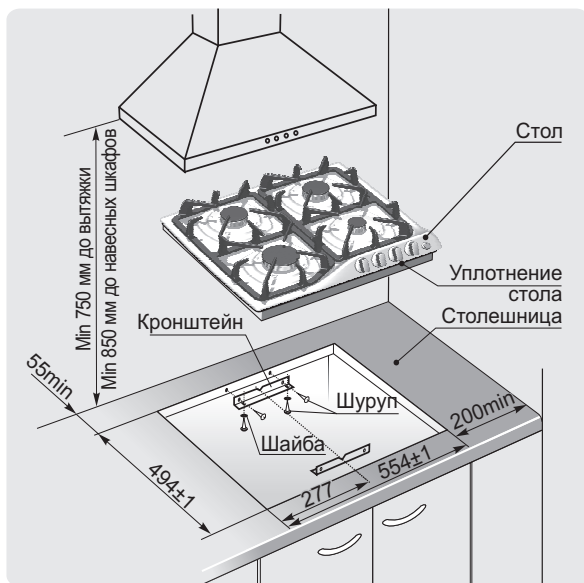

Рис. 3 МОДЕЛЬ СН1210
1. Точно разметить на столешнице контур проема под встраиваемый стол в соответствии с рис. 3, 4.